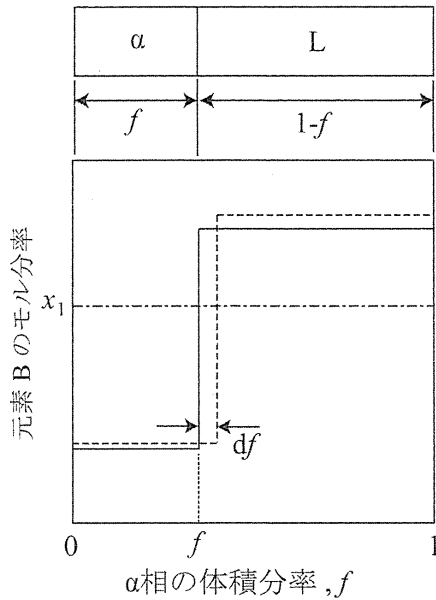

図 11 組成分布の模式図 1
- 問5 液相中および  $\alpha$  相中の拡散は十分に起こり、合金全体で平衡が成立する条件における  $\alpha$  相の成長にともなう液相の組成変化を考える。図11は平均組成  $x_1$  の合金で  $\alpha$  相が1次元的に体積分率  $f$  まで成長したときの組成分布 (実線) とさらに体積分率  $df$  だけ成長したときの組成分布 (破線) である。液相の組成  $x_L$  と体積分率  $f$  の関係を求めよ。